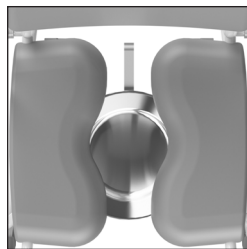

Figure 14. Bassin hygiénique en acier inoxydable de Lopital, avant
- Lors de l'utilisation du bassin hygiénique en acier inoxydable ou le seau hygiénique, le bassin hygiénique peut être placé dans deux positions sous l'assise. À l'avant de l'assise (Cf. figure 14) ou à l'arrière de l'assise (Cf. figure 15).